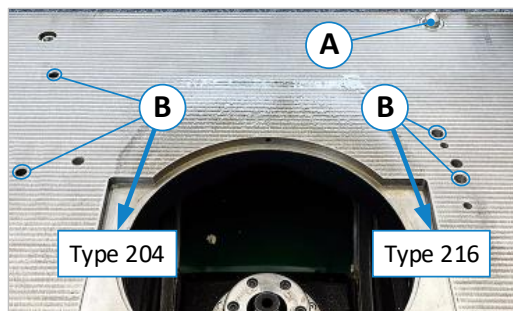

Figure 53 : boulons d'arrêt et trous d'arrêt
La mise en place et l'alignement de la butée de fraisage sur la table de la machine sont identiques pour les deux types de butées (216 et 204 en option). La position des pions de centrage (Z) est cependant (vue de face) à droite pour la butée standard type 216 et à gauche pour la butée optionnelle type 204 (voir ⇒ Figure 53 ci-dessus).